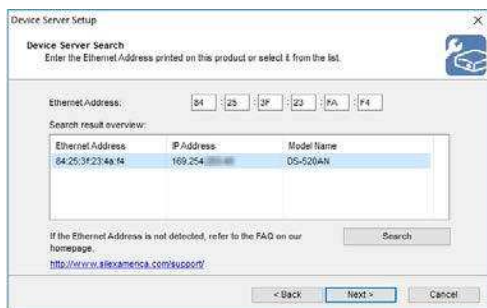

Abb. 16 – Das Gerät aus der Liste wählen
- ! **Selbst wenn nur 1 Gerät aufgelistet ist, wählen Sie dieses Gerät aus der Liste, um es ordnungsgemäß zu markieren (Abb. 16 – siehe oben). Ansonsten könnte der nächste Konfigurationsschritt fehlschlagen.**